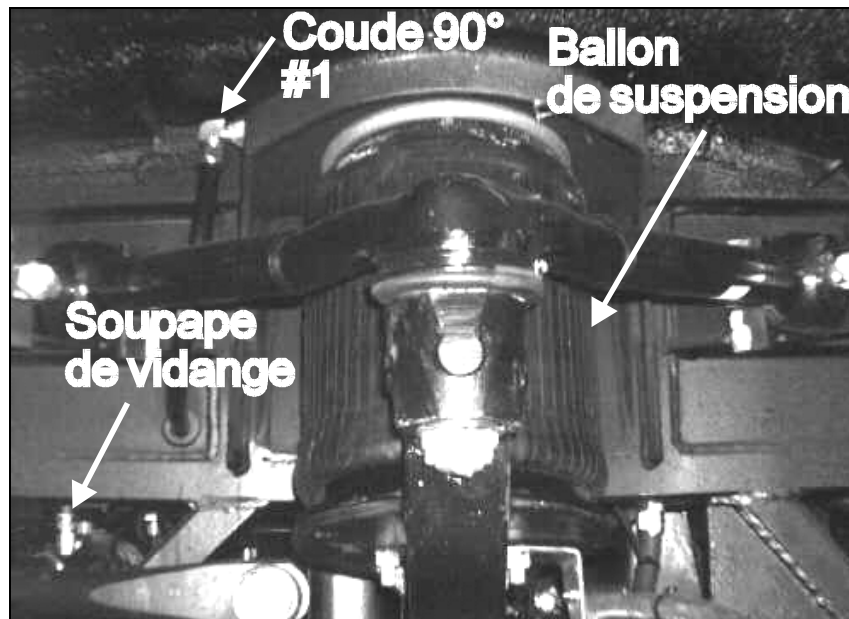

FIGURE 1: LOCALISATION DU BALLON ET DE LA SOUPAPE (CÔTÉ DROIT)
- A. Retirer l'air dans le ballon en ouvrant la valve située sur le réservoir (Fig. 1 et 2).
Remarque: Du côté droit, la soupape de vidange est située à gauche du ballon (Fig. 1). Du côté gauche, la soupape de vidange est située à droite du ballon.